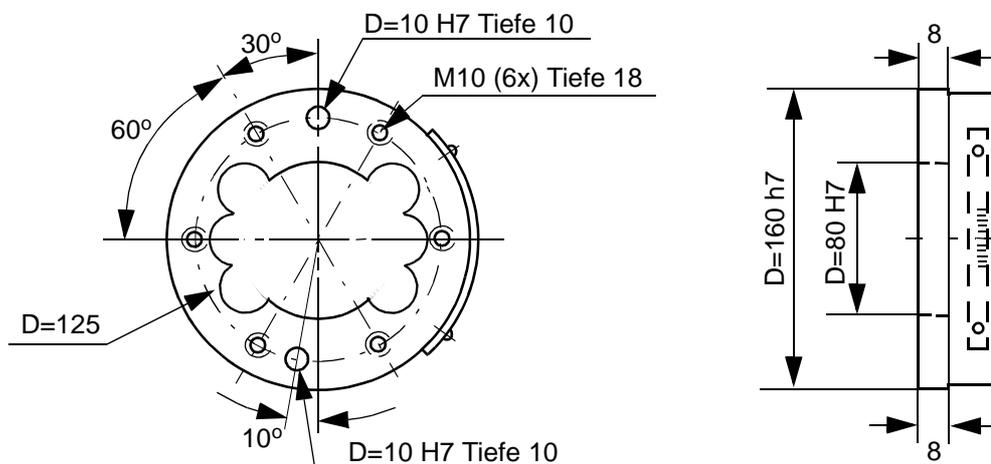

Bild 40 Mechanische Schnittstelle des isolierten Flanschs (Abmessung in mm).
- 089** Elektrisch isolierter Werkzeugflansch. Im Fall einer elektrischen Störung der am Werkzeugflansch montierten Punktschweiß-Ausrüstung, hält der Werkzeugflansch gefährliche Spannungen (100 V~ während 60 Sekunden bzw. 300 V~ während 10 Sekunden) in wasserfreien Anwendungen aus, ohne diese an die Elektronik im Roboter und in der Steuerung weiterzuleiten (siehe Bild 40).